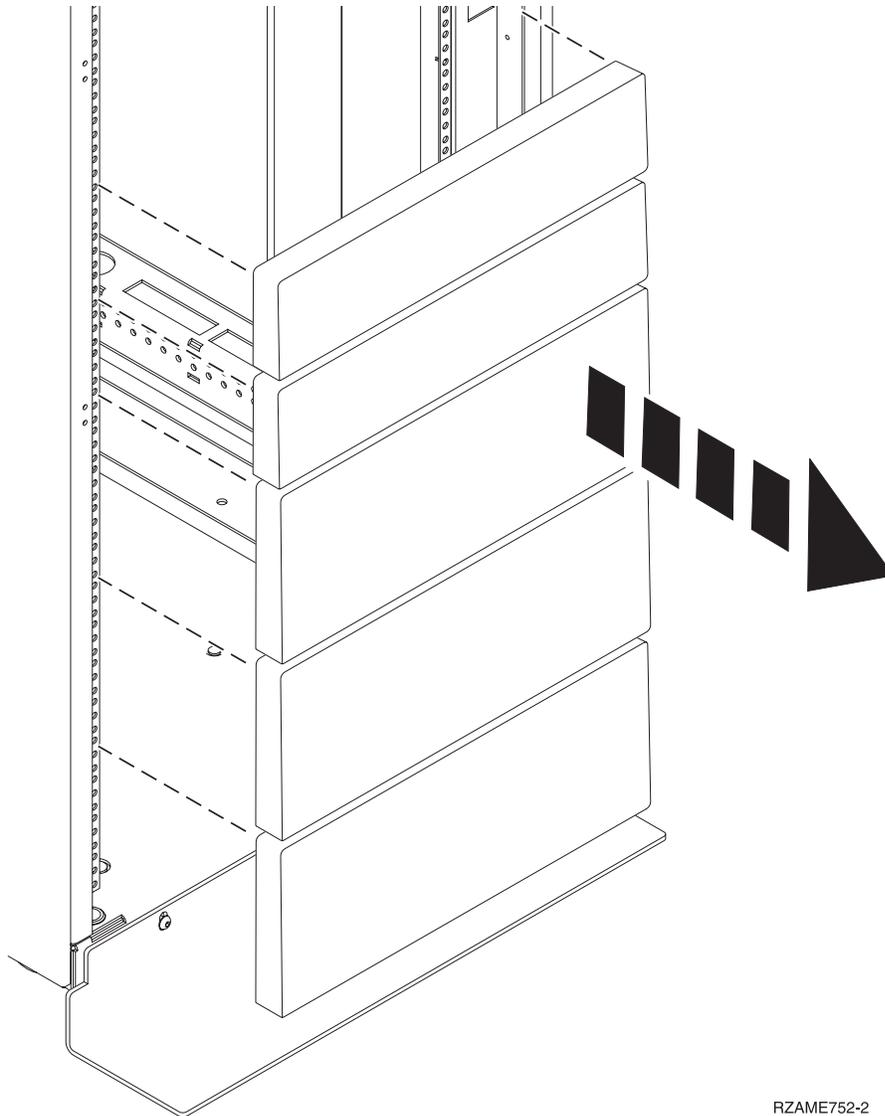

Abbildung 1. Abdeckblenden ausbauen
3. Falls erforderlich, bauen Sie die Abdeckblenden aus, um auf das Innere des Rackschranks zugreifen zu können, wo Sie die Einheit anordnen möchten, wie in Abb. 1 auf Seite 3.